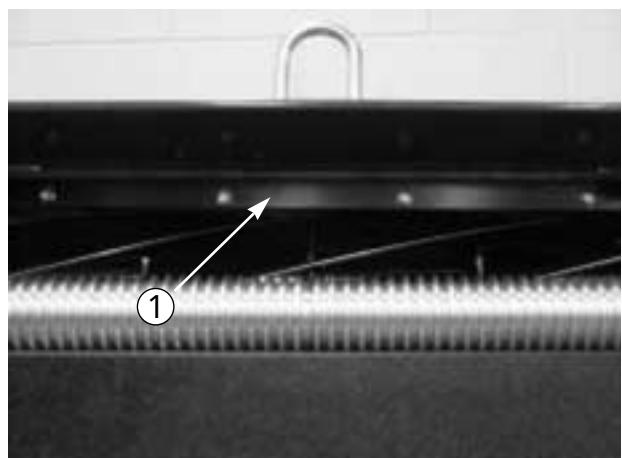

図16
1. カットオフ・バー（図16）の固定ネジをゆるめる。
ベッドナイフは、長期間使用しているうちにリールに削られ、リールの端部と接触する縁の部分が角張ってきます。この角張った部分はヤスリで削り落してください（図16）。